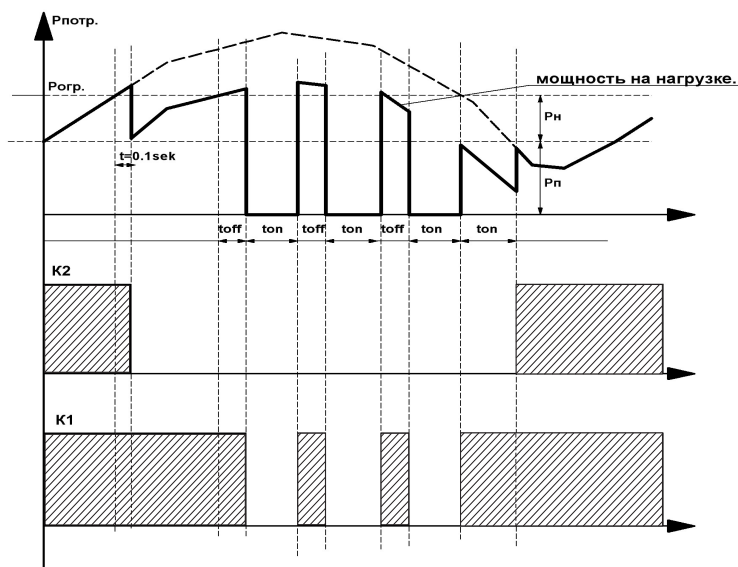

Рис.1 Диаграмма работы ОМ-630 с приоритетной нагрузкой
5.2 Режим работы с двумя контакторами. Нагрузка разбивается на две части, приоритетную  $R_p$ , отключать которую нежелательно и не приоритетную  $R_n$ . При перегрузке отключается  $R_n$  без временной задержки. Если перегрузки нет,  $R_n$  отключена,  $R_p$  подключена. Если перегрузка продолжается,  $R_p$  отключается в соответствии с установленным временем  $T_{off}$ . При снижении потребляемой мощности  $R_p$  подключается через время  $T_{on}$ , затем через это же время подключается и нагрузка  $R_n$ . Диаграмма работы на Рис.1, схема включения на Рис.2. Преимущества режима: нет полного отключения от сети питания, сум-